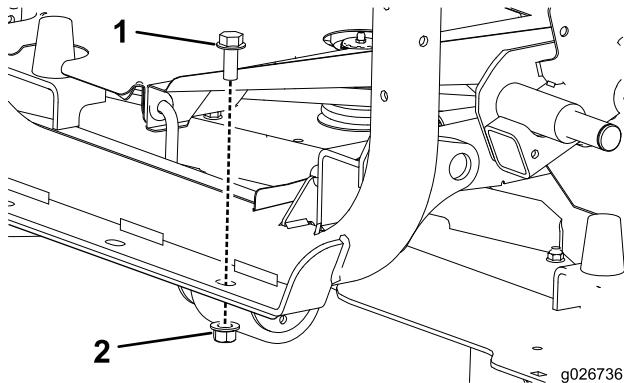

Figura 23
- En el lado derecho de la máquina, retire la tuerca y el perno que sujetan el bastidor trasero al delantero (Figura 23).